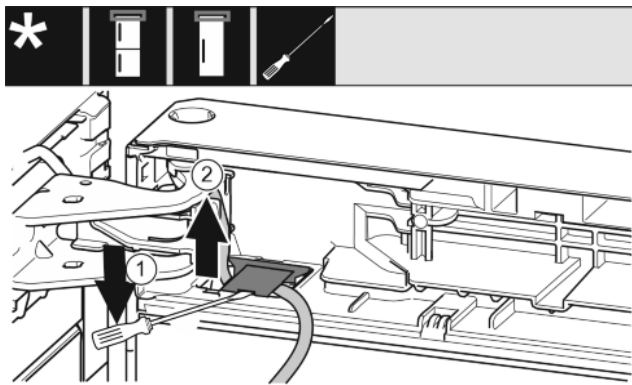

Fig. 17
- Soulever et retirer le cache à l'aide du tournevis plat. Fig. 17 (1)
- Retirer le câble. Fig. 17 (2)